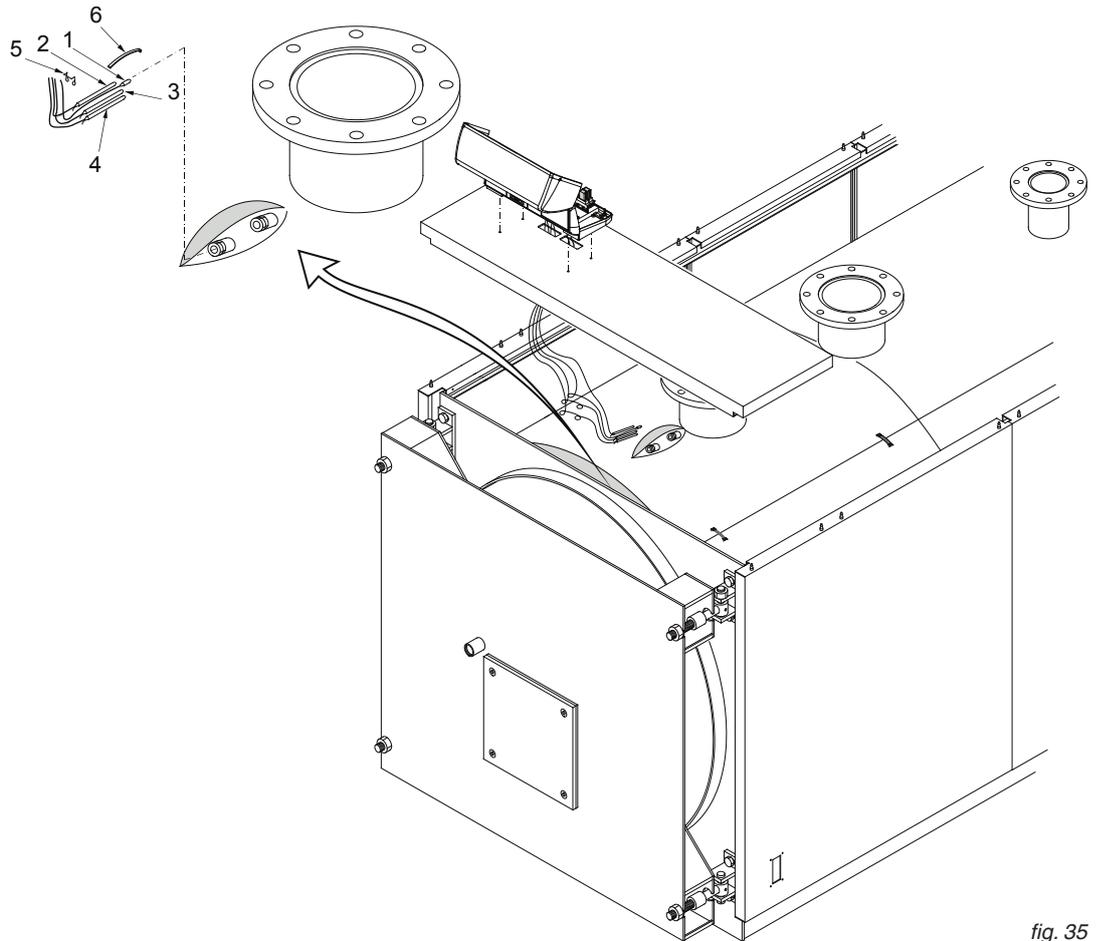

fig. 35
- A) Monte el aislamiento (pos. 1) del cuerpo de la caldera y fije los 2 bordes de unión con las pinzas elásticas (pos. 2) suministradas en la caja de accesorios, enganchándolas a la parte exterior de tela del aislamiento. Realice un corte adecuado en la parte superior cerca de los pozos de las sondas.
- B) Coloque los paneles laterales (pos. 3a, 3b y 4a, 4b) con el doblez inferior dentro de los perfiles en L sobre la base del cuerpo de la caldera y enganchando la parte superior en los perfiles de unión de las placas. Para determinar cuál de los costados es el derecho o el izquierdo, tome como punto de referencia los pasacables sobre los paneles frontales (pos. 5): deben estar dirigidos hacia la parte frontal de la caldera.
- C) Monte el panel posterior superior (pos. 7).
- D) Levante hacia adelante la tapa del panel de mandos después de desatornillar los dos tornillos laterales con un destornillador y dirigir en los agujeros de la base los canales eléctricos en entrada y los capilares de las sondas en salida. Fije el panel de mandos al panel superior (pos. 9).
- E) Introduzca en las fundas los bulbos de los instrumentos, como se indica en la fig. 35 y realice la conexión eléctrica del panel de mandos a la línea de alimentación, al quemador y a las posibles bombas, etc. Vuelva a cerrar la tapa del cuadro eléctrico. Haga pasar la clavija del quemador a través de la placa lateral (pos. 5) desde el lado en el que se quiere salir, y bloquee el cable con el prensacables suministrado. Fije las placas (pos. 5) a los costados de la camisa. Bloquee los cables eléctricos en salida en la parte posterior de la caldera con los prensacables apretando con cuidado.
- F) Monte los paneles superiores longitudinales (pos. 10 y 11) enganchándolos en los costados.
- G) Fije las placas de los datos de la caldera y de instalación (pos. 12) al panel lateral después de desengrasar la parte en cuestión usando un disolvente adecuado.
- B) Coloque los paneles laterales (pos. 3a, 3b, 3c y 4a, 4b, 4c) con el doblez inferior dentro de los perfiles en L sobre la base del cuerpo de la caldera y enganchando la parte superior en los perfiles de unión de las placas. Para determinar cuál de los costados es el derecho o el izquierdo, tome como punto de referencia los pasacables sobre los paneles frontales (pos. 5): deben estar dirigidos hacia la parte frontal de la caldera.
- C) Monte el panel posterior superior (pos. 6).
- D) Levante hacia adelante la tapa del panel de mandos después de desatornillar los dos tornillos laterales con un destornillador y dirigir en los agujeros de la base los canales eléctricos en entrada y los capilares de las sondas en salida. Fije el panel de mandos al panel superior (pos. 8). Apoye el panel superior pos. 8, con el panel de mandos sobre los dos costados de la camisa.
- F) Monte los paneles superiores longitudinales (pos. 9 y 10) enganchándolos en los costados.
- G) Monte el soporte de los paneles superiores (pos. 11), colocando debajo los paneles superiores - lado posterior.
- H) Monte los paneles superiores longitudinales (pos. 12 y 13) enganchándolos en los costados.
- I) Fije las placas de los datos de la caldera y de instalación (pos. 14) al panel lateral después de desengrasar la parte en cuestión usando un disolvente adecuado.
E) Introduzca en las fundas los bulbos de los instrumentos, como se indica en la fig. 35 y realice la conexión eléctrica del panel de mandos a la línea de alimentación, al quemador y a las posibles bombas, etc.
Introduzca en la secuencia siguiente las sondas de los instrumentos en los pozos del lado superior de la caldera (Ref. fig. 35): del termómetro (pos. 1), del Termostato de trabajo (pos. 2), del termostato de seguridad (pos. 3), del termostato de mínima (pos. 4).